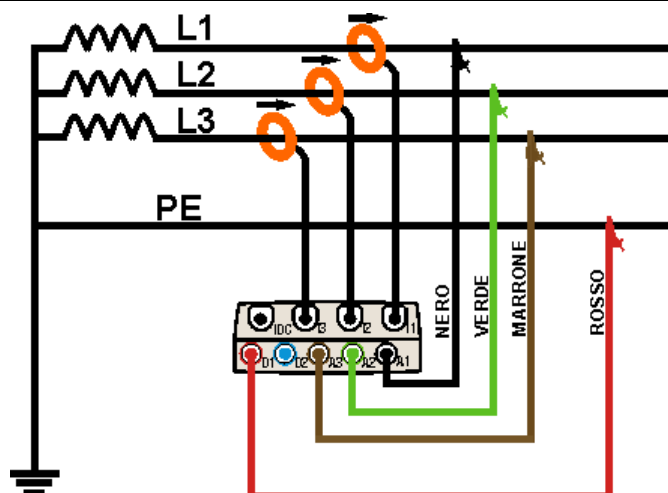

Fig. 239: Ligação do instrumento num Sistema Trifásico 3-fios ARON
2. Ligar os cabos de medida da tensão aos condutores de Fase L1, L2, L3 e, eventualmente, Terra respeitando as cores como se mostra na Fig. 239. **Verificar no display a indicação “123” relativa ao sentido cíclico Correcto das fases** (consultar o § 5.2.4) e efectuar as devidas correcções.
3. Ligar as pinças de corrente aos condutores de Fase L1, L2, L3 como se mostra na Fig. 239 **respeitando o sentido da seta** presente nas referidas pinças que indica a direcção convencional da corrente que gera a carga. **Verificar sempre, (seleccionando preliminarmente o sistema 3-fios) nos ecrãs da secção Visualização das Medições, se as Potências Activas P1, P2, P3 são sempre positivas e se os factores de potência Pf1, Pf2, Pf3 estão em correspondência com a carga, normalmente indutiva**, antes de activar uma gravação. No caso de valores negativos das potências activas rodar as pinças 180° nos condutores em questão.